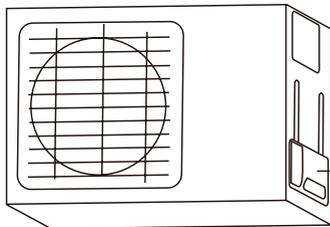

Fig 5.9
1. Destornille la tapa de la válvula en el lateral de la unidad exterior. (Ver Fig. 5.9)